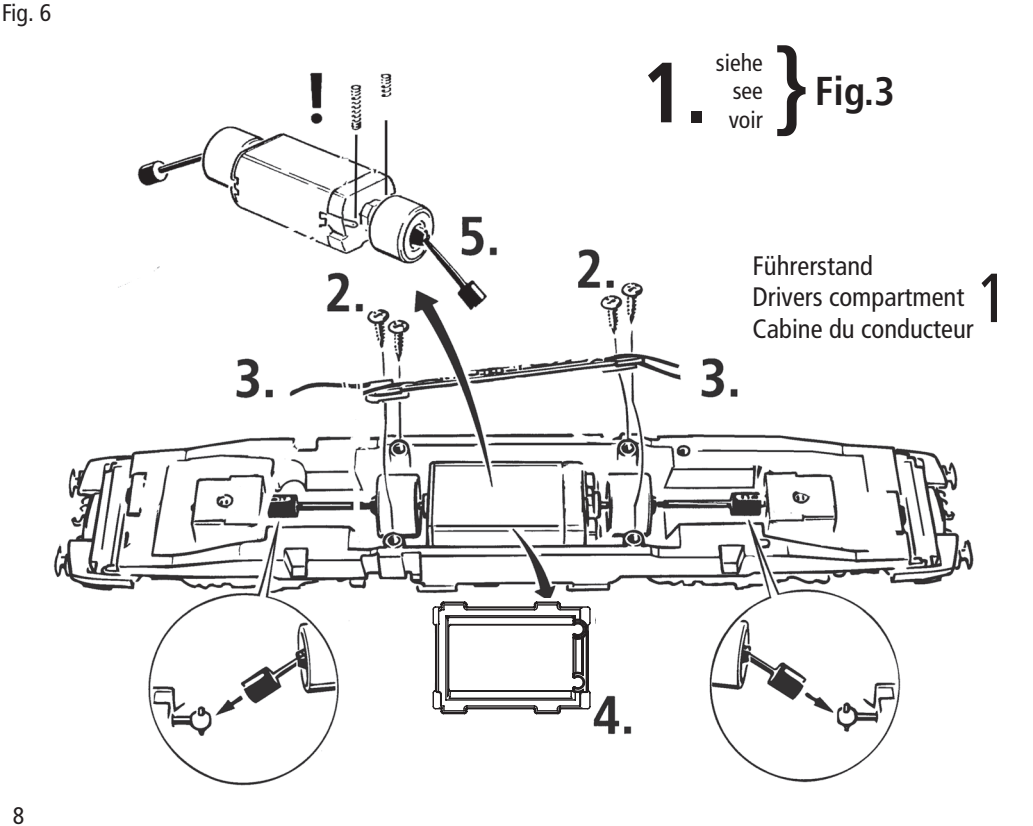

Fig. 7
3. Haftreifenwechsel: Zuerst den Getriebedeckel abnehmen (Fig. 7). Danach den **Radsatz** herausnehmen und die **Haftreifen** mit einer Nadel od. mit einem feinen Schraubendreher abziehen (Fig. 7). Beim Aufziehen der neuen Haftreifen darauf achten, dass diese sich nicht verdrehen.
3. Change of traction tyre: Remove the gear cover (fig. 7). Take out **wheel set** and remove **traction tyre** using a pin or a fine screwdriver (fig. 7). When pressing on the new traction tyre please **avoid twisting it**.
3. Échange des bandages d'adhérence: Démontez d'abord le **couvercle du carter des engrenages** des engrenages (fig. 7). Délogez ensuite les essieux bandagées et enlevez, à l'aide d'une aiguille ou d'un tournevis fin, les bandages d'adhérence (fig. 7). Lors du montage des nouveaux bandages veuillez veiller à ce que les bandages **ne soient pas tordu**.